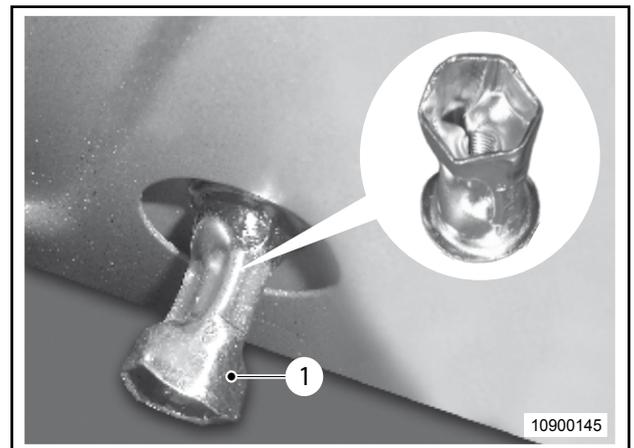

Abb. 89 Mutter Heckleuchte
5. Die Muttern (Abb. 89, Pos. 1) der Heckleuchten mit einem Ringschlüssel (SW 17) lösen und mit der Hand abschrauben.
Jede Heckleuchte besitzt zwei Muttern (Abb. 89, Pos. 1).